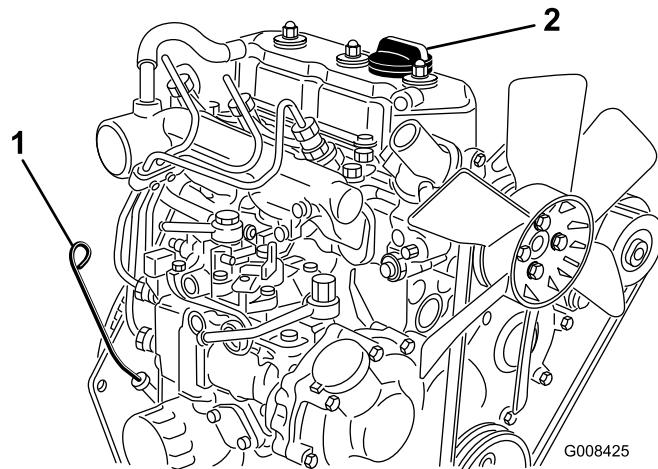

Figura 29
2. Retire la varilla y límpielas con un paño limpio (Figura 29). Introduzca la varilla en el tubo asegurándose de que entre a fondo. Retire la varilla del tubo y verifique el nivel de aceite. Si el nivel de aceite es bajo, retire el tapón de llenado de la cubierta de la válvula y añada **lentamente** suficiente aceite para elevar el nivel a la marca "Full" (lleno) de la varilla. Añada el aceite lentamente y compruebe el nivel a menudo durante este proceso. **No llene demasiado**.